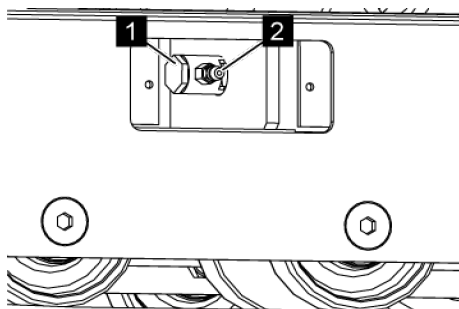
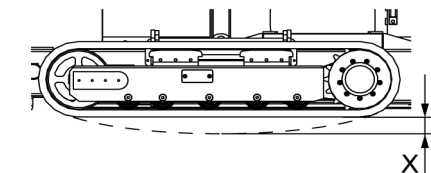

Fig. 150: Tourner l'accouplement coulissant
Fig. 151: Fléchissement X
5. ➔ Tourner l'accouplement coulissant (Voir la Fig. 150/1) de 180° dans le sens des aiguilles d'une montre, jusqu'à ce que le graisseur (Voir la Fig. 150/2) soit à l'extérieur.
6. ➔ Injecter avec une pompe à graisse sur le graisseur (Voir la Fig. 150/2) de la graisse multi-usages (N° de réf. 3917/0095), jusqu'à ce que la chaîne pende (Voir la Fig. 151/X) de 10 à 15 mm.
7. ➔ S'assurer qu'il n'y a pas de graisse qui ressorte du graisseur (Voir la Fig. 150/2).